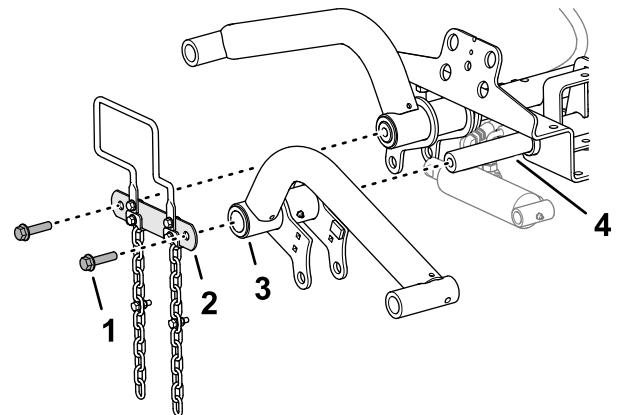

Figura 9
1. Monte los brazos de elevación en los ejes pivotantes de los brazos de elevación, tal y como se muestra en la Figura 9.
2. Monte el tirante del eje pivotante en los ejes pivotantes de los brazos de elevación (Figura 9) con los 2 tornillos de caperuza con arandela prensada (1/2" x 2") que retiró en Preparación para instalar los brazos de elevación (página 16).